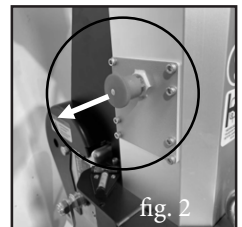

fig. 2
- **MANUELL MAST** Trekk ut mastens sikkerhetsbolt (fig. 2) og senk masten til den er helt sammentrukket.